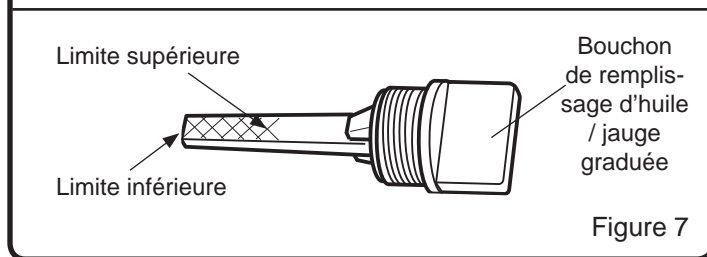

Figure 7
4. Lorsque le niveau d'huile est plein, l'huile sera située à la limite supérieure de la jauge graduée. Si le niveau d'huile est situé près ou sous la limite inférieure, il faut ajouter de l'huile. (Voir Figure 7)